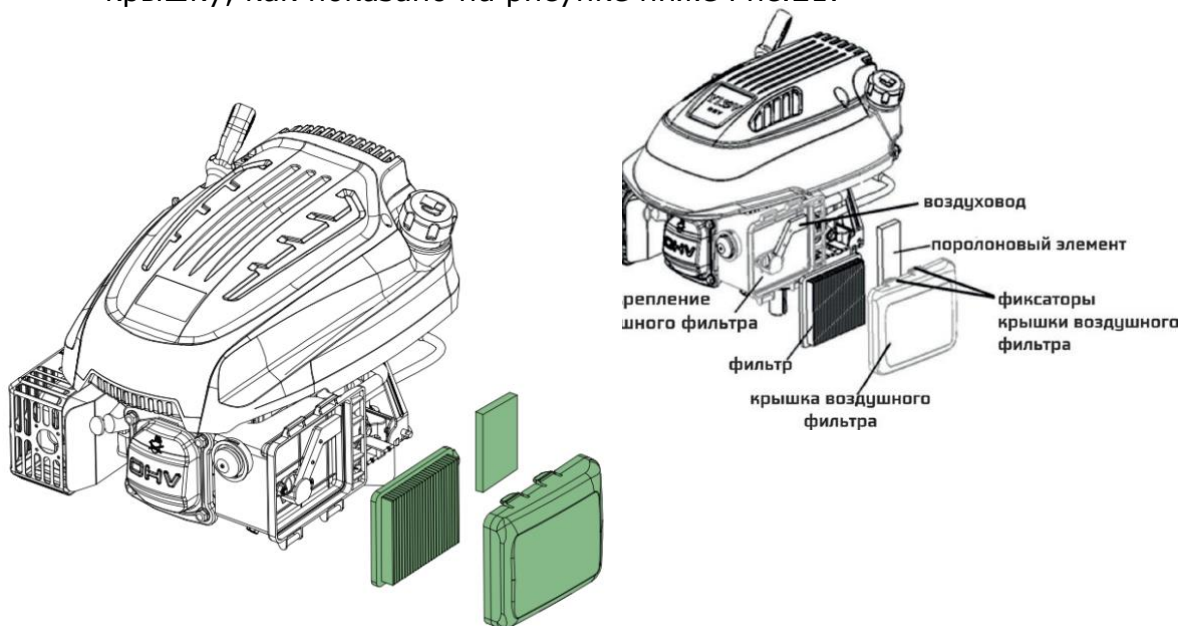

Рис.21.
5. Убедитесь, что все детали установлены правильно и закройте крышку, как показано на рисунке ниже Рис.21.